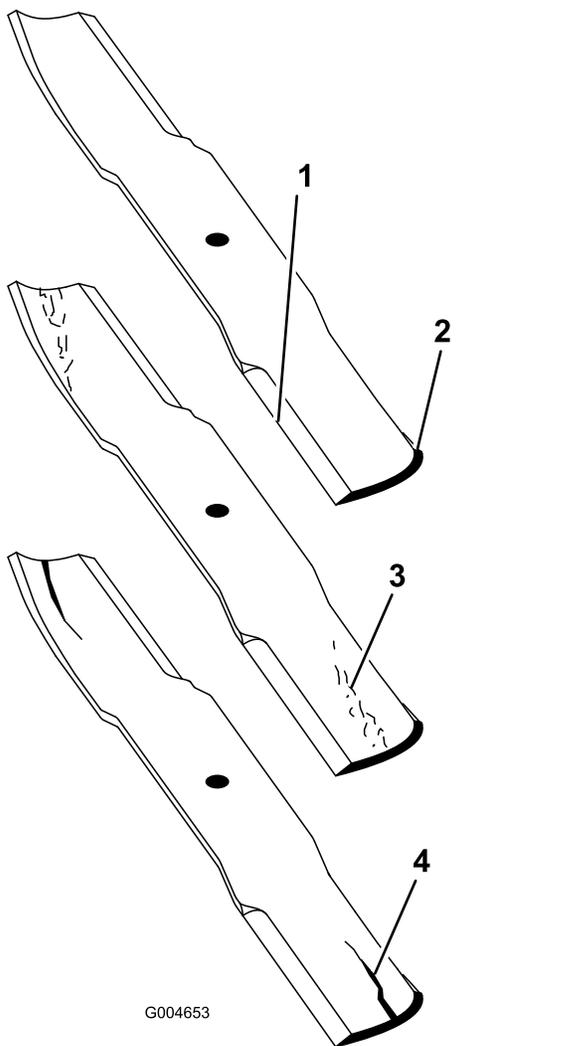

Рисунок 89
2. Осторожно проверьте режущие кромки ножей, особенно в точке соединения плоской и изогнутой частей ножа (Рисунок 89).
**Примечание:** Так как песок и абразивные материалы могут вызвать износ металла, соединяющего плоскую и изогнутую части ножа, проверьте нож перед использованием газонокосилки. При обнаружении износа (Рисунок 89) замените нож.